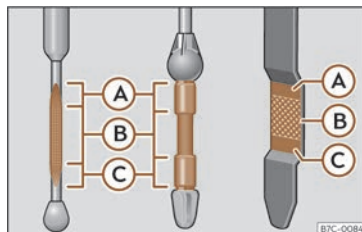

Fig. 200 Vareta de mesurament del nivell d'oli.
- A continuació, torneu a extreure-la i comproveu el nivell d'oli» **fig. 200**. En cas necessari, reposeu oli del motor.
- Quan el nivell d'oli arribi com a mínim a la zona»» fig. 200 (B), caragoleu el tap de la boca d'ompliment amb cura »» ⚠️.
Si el nivell d'oli es troba per sobre de la zona »» fig. 200 (A), no arrenqueu el motor. Podeu causar danys al motor i al catalitzador. Informe a un taller especialitzat.
El nivell d'oli no ha d'estar en cap cas per sobre de la zona»» fig. 200 (A). Si es superés el límit, es podria aspirar oli pel respirador del càrter del cigonyal i arribar a l'atmosfera a través del sistema d'escapament.